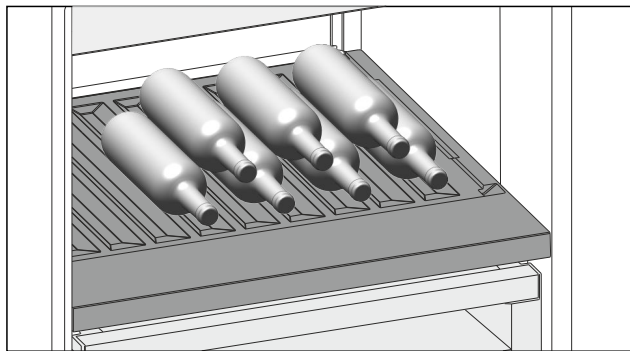

Fig. 147 Примерное изображение
- ▶ Бутылки укладывают дном к задней стенке. (см. Fig. 147)